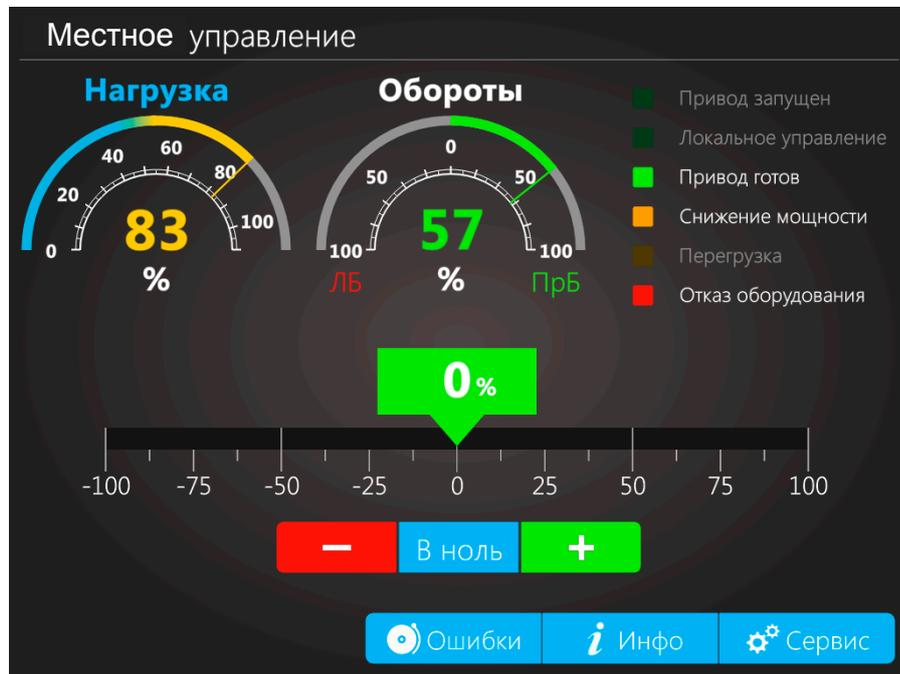

Рисунок 7 – Экран «Местного управления» модуля отображения МЦУ
- экран «Местное управление» – если выбран режим местного управления (переключатель выбора режима управления находится в положении «Мест.»), см. рисунок 7;